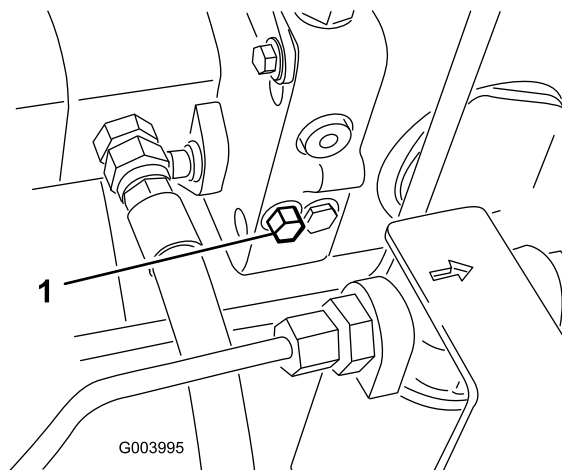

Figure 57
1. La vanne de dérivation est située du côté gauche de l'hydrostat (Figure 57). Tournez le boulon une fois et demie pour ouvrir la vanne et permettre la dérivation interne de l'huile. Il est alors possible de déplacer la machine lentement sans endommager la transmission.